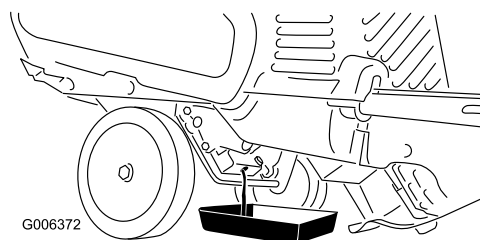

Figure 28
3. Placez un bac de vidange sous le bouchon de vidange et retirez le bouchon ; basculez la machine en arrière et laissez l'huile usagée s'écouler dans le bac de vidange (Figure 28).